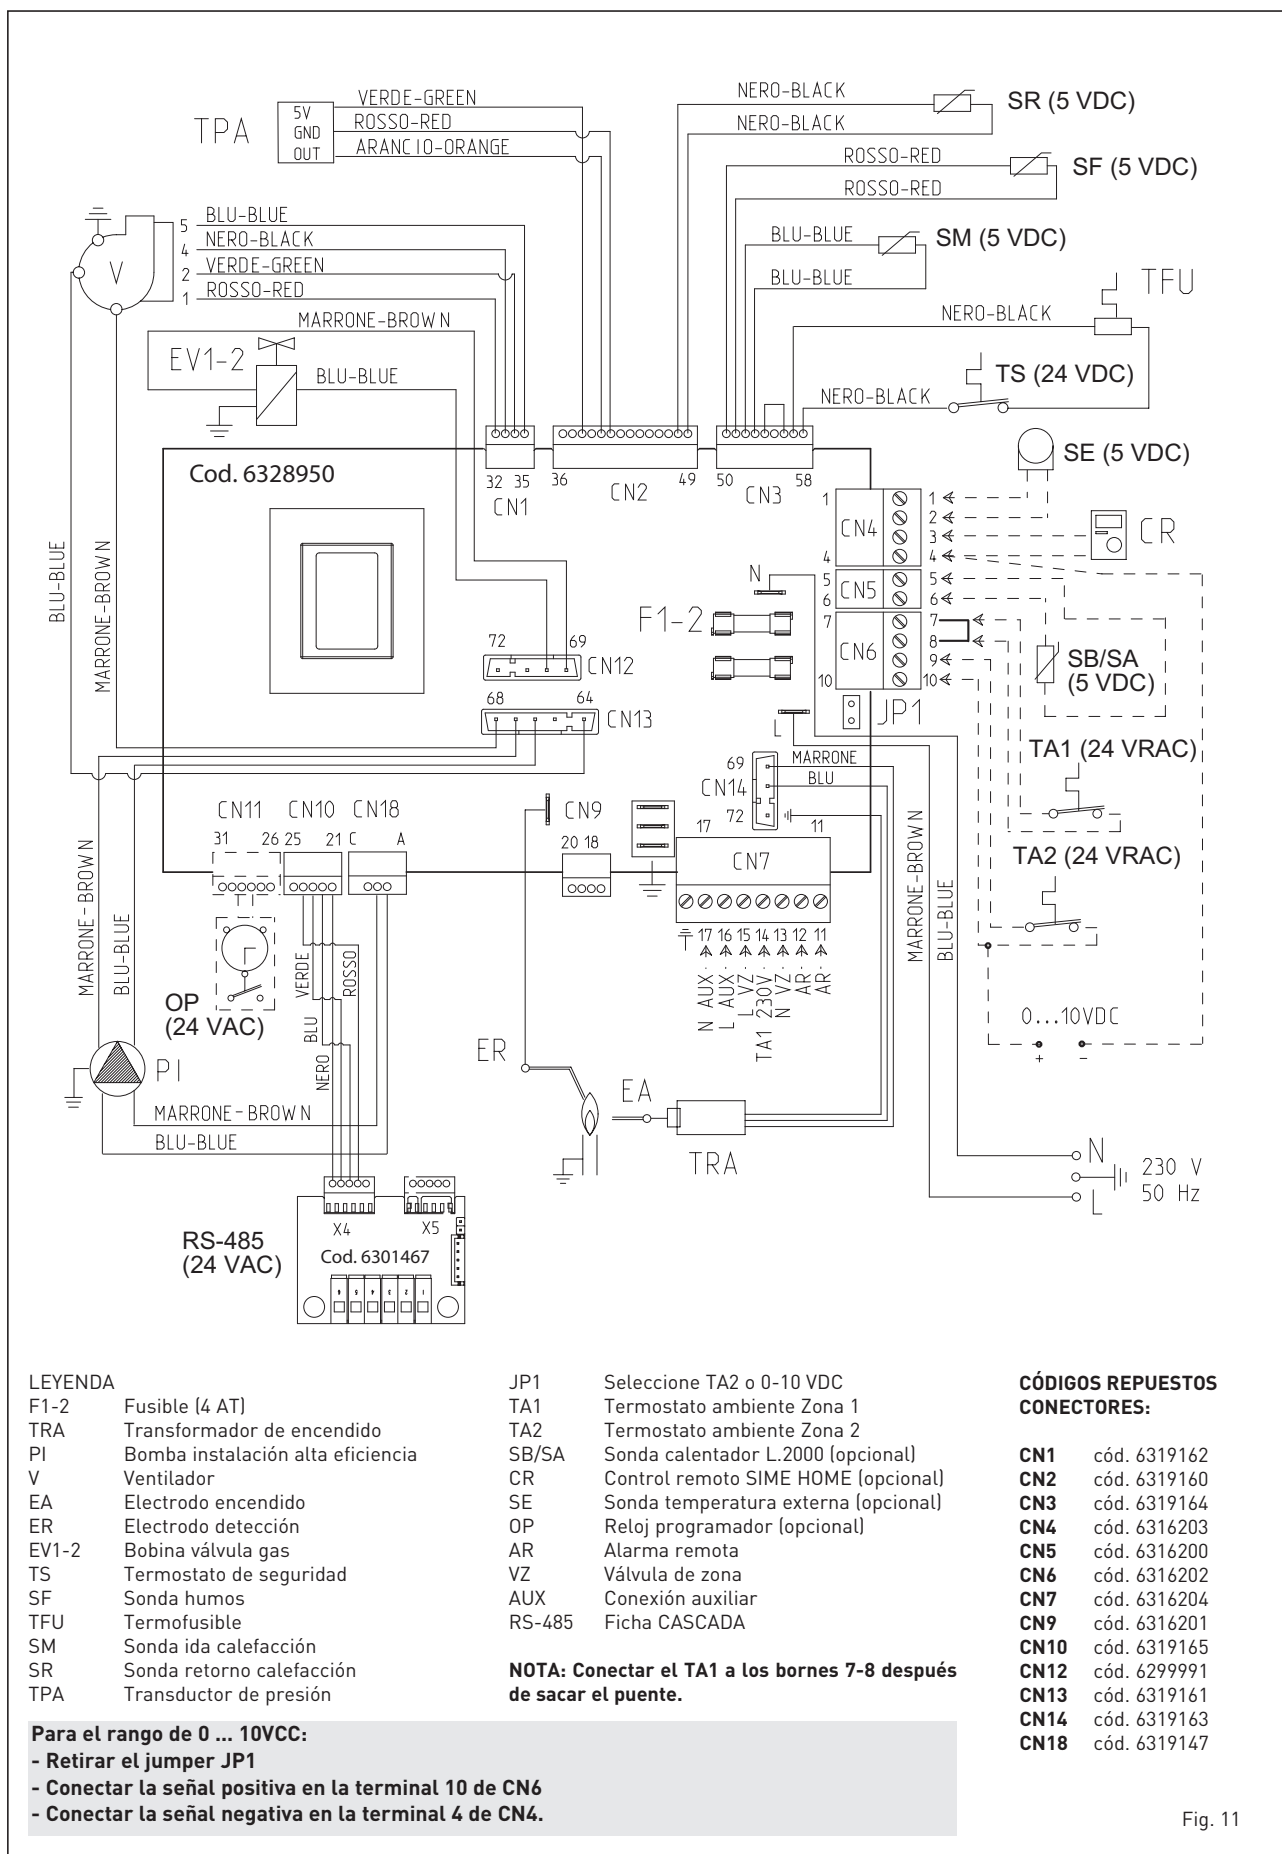

Fig. 11
Conectar el cronotermostato como se indica en el esquema eléctrico de la caldera (ver la fig. 11) después de sacar el puente existente. El cronotermostato debe ser de clase II conforme a la norma EN 60730.1 (contacto eléctrico limpio).
2.8 ESQUEMA ELÉCTRICO (fig. 11)